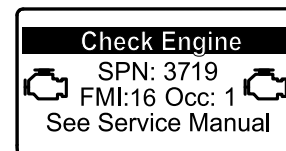

Figure 28
- Si une régénération en stationnement est nécessaire, l'InfoCenter affiche l'avertissement moteur SPN 3719, FMI 16 (Figure 28) et le calculateur moteur réduit la puissance du moteur à 85 %.